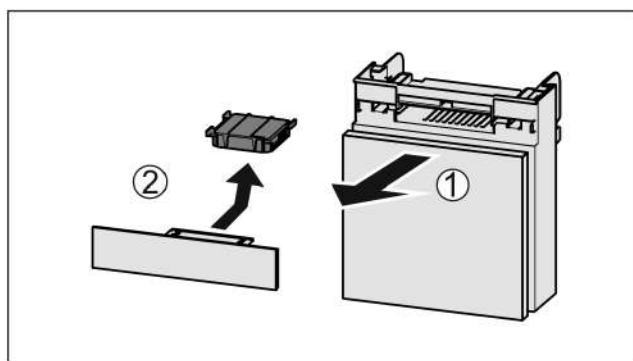

Fig. 119
- Retire el compartimiento hacia delante Fig. 119 (1).
- Retire el filtro de carbón activo Fig. 119 (2).